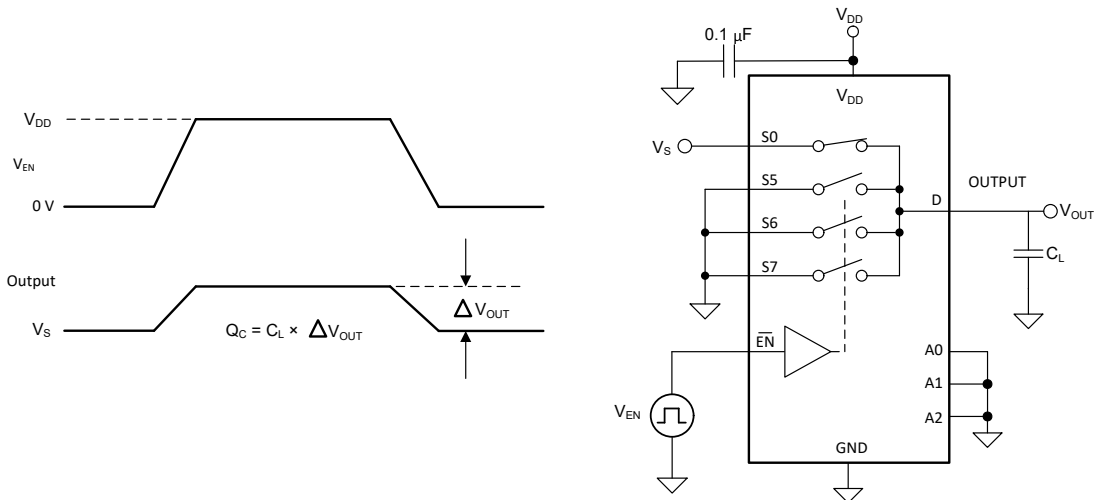

図 8-8. 電荷注入測定時の構成
NMOS トランジスタと PMOS トランジスタの間で容量の不一致がある場合、ゲート信号の立ち下がりエッジまたは立ち上がりエッジにおいて、ドレインまたはソースに電荷が注入されます。デバイスのソースまたはドレインに注入される電荷の量を電荷注入と呼び、 Q_C という記号で表します。図 8-8 に、ソース (Sx) からドレイン (D) に向けた電荷注入の測定に使用する構成を示します。